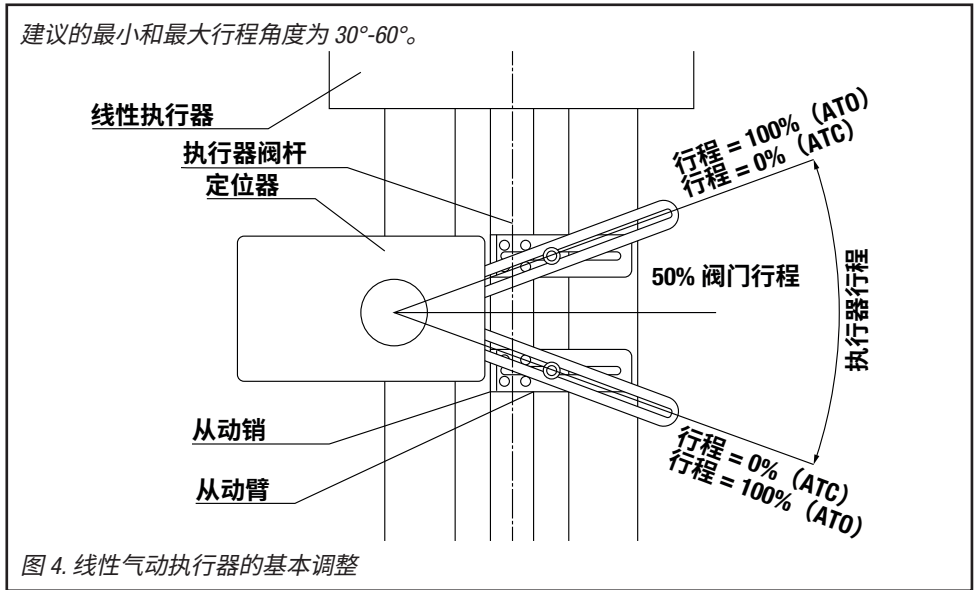

图 4. 线性气动执行器的基本调整
备注： 轻微的不对称安装会增加线性度偏差，但不会影响设备的性能。根据执行器的大小和行程，可能需要将甩出杆(图 4) 翻转 180°，然后将其固定在杆夹支架的另一侧。
从动销调节 (图 4)
1. 按照从动臂压花刻度（图 4）上的指示调整从动销（行程 + 10 mm）。